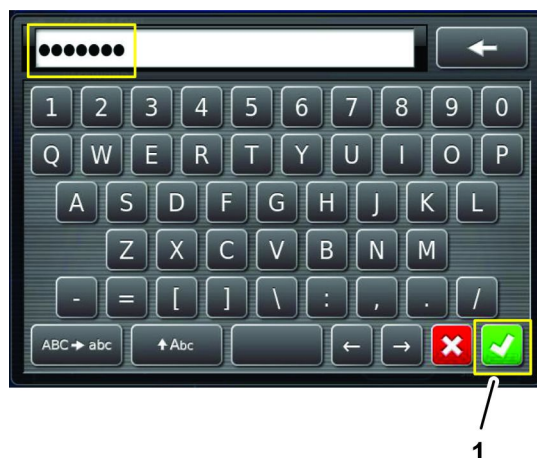

Figura 248
6. Utilizzate la tastiera sullo schermo per immettere la password ricevuta al passaggio 1, quindi premete l'icona di conferma (Figura 248).